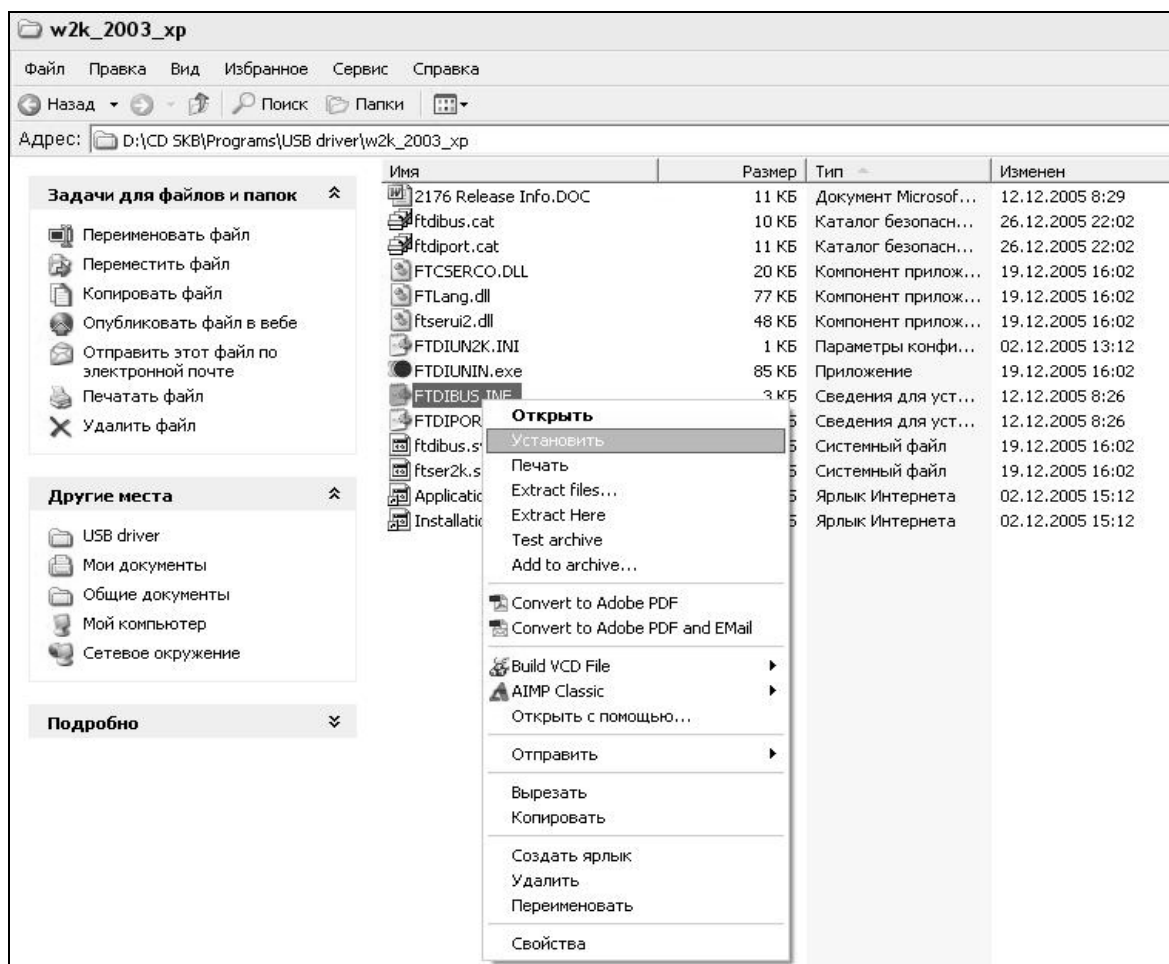

Рисунок 7 – Окно ручной установки драйвера
- нажать правой клавишей мыши на файле FTDIBUS.INF в выпадающем меню выбрать пункт «Установить» (рисунок 7);